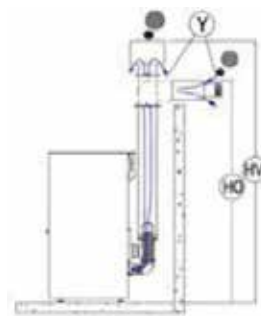

Fig. 11 - Collegamenti canna fumaria
- Altezza massima consentita per installazione canna fumaria a scarico verticale (tetto) HV = 6 mt (vedi Fig. 11).
- Altezza massima consentita per installazione canna fumaria a scarico orizzontale (parete) HO = 2,6 mt (vedi Fig. 11 ).